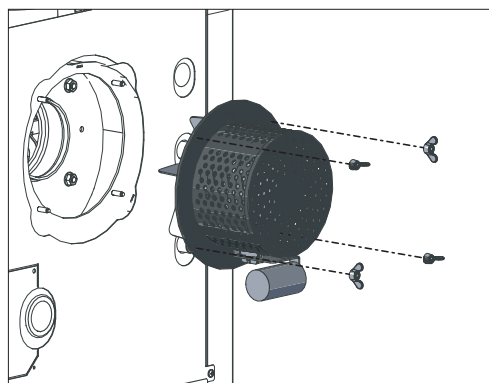

Fig. 31 Staccare la spina del ventilatore e rimuovere i dadi ad alette
- Staccare la spina del ventilatore – Fig. 31.